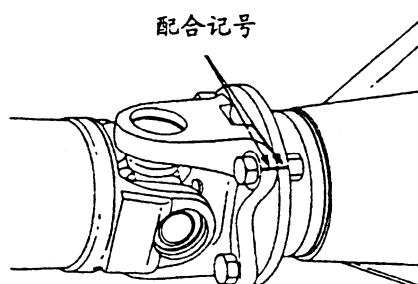

图 4-76 确定配合记号
- (1) 如图 4-76 所示，在变速器接合凸缘及万向接头凸缘打上对正记号后拆卸传动轴。
- (2) 以类似盖子的物体封住变速箱，避免异物进入变速箱中。